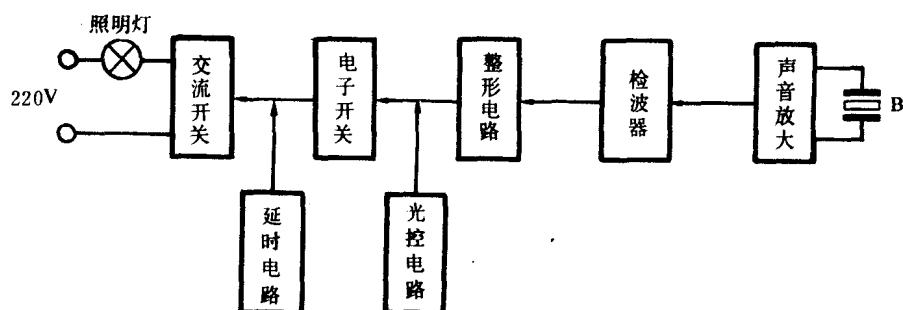
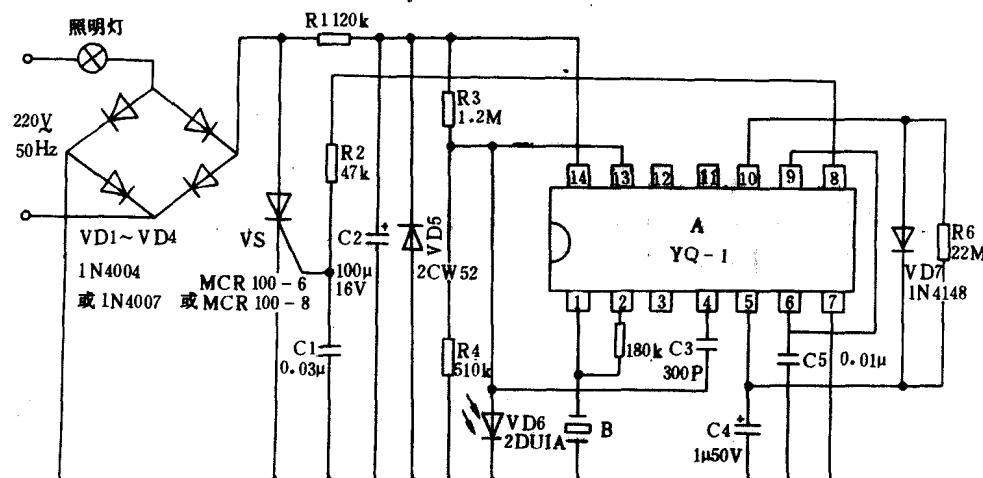

图7 声、光控定时电子开关方框图
图8 声、光控定时电子开关
工作原理如图7，它是该声、光定时开关原理方框图。由压电陶瓷蜂鸣片、声音放大、检波、整形、光控、电子开关、定时电路和交流开关所组成。工作原理如图8所示。陶瓷压电蜂鸣片B把声音变成直流控制电压。白天，光电二极管VD6受光后，阻值变小，集成电路A的⑬脚电位被箝位到⑦脚地电位，则⑤脚呈低电位，C4内无电荷。⑧脚呈低电位，晶闸管VS截止，灯泡不亮。在VS截止时，直流电压经R1降压后加到滤波电容C2、稳压二极管VD5上端，对C2充电。当充到A的⑭脚与⑦脚为4V 直流电压即可。VD5为稳压值4V 左右的稳压二极管，以保证C2两端电压不超过5V。天黑无光照射VD6时，VD6阻值变大，⑬脚电位将上升到开启电压值，A 内部的电子开关受声控而工作，把C2储存的电荷通过⑤脚转储到C4中，则⑤脚电位